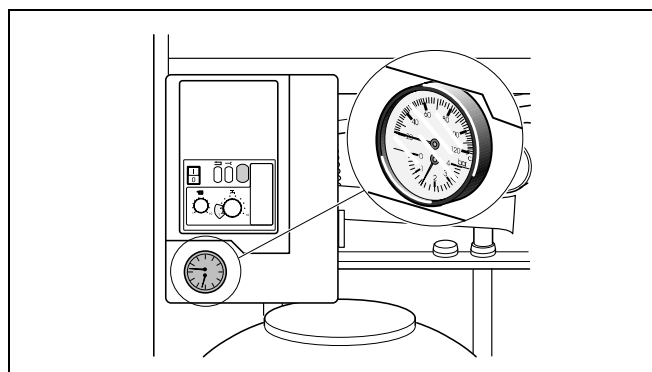

Abb. 12 Druckanzeige
- Wasserhahn langsam öffnen und Anlage bis zu einem Druck von 1,0 – 1,2 bar (Abb. 12) füllen. Der Mindestdruck beträgt 1,0 bar.